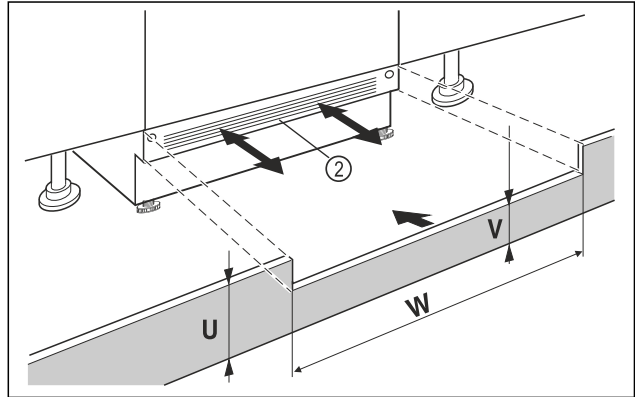

Fig. 70 Przykładowa prezentacja
- ▶ Założyć listwę maskującą cokół urządzenia Fig. 70 (2), ale jeszcze nie mocować.
- ▶ Przy widocznej listwie maskującej cokół Fig. 70 (2) pociągnąć ją przodu, tak by przednia krawędź kratki wentylacyjnej oraz listwy maskującej cokół tworzyły jedną płaszczyznę.
- ▶ Przy zakrytej listwie maskującej cokół Fig. 70 (2), przesunąć listwę całkowicie do tyłu.
- ▶ Zwrócić uwagę na to, by kratki wentylacyjne były odstępnięte: W razie potrzeby wysokość listwy maskującej cokół Fig. 70 (U) można dopasować!
- ▶ Na całej szerokości wnęki Fig. 70 (W) należy dopasować wysokość podstawy Fig. 70 (V) pod listwą maskującą cokół urządzenia Fig. 70 (2).